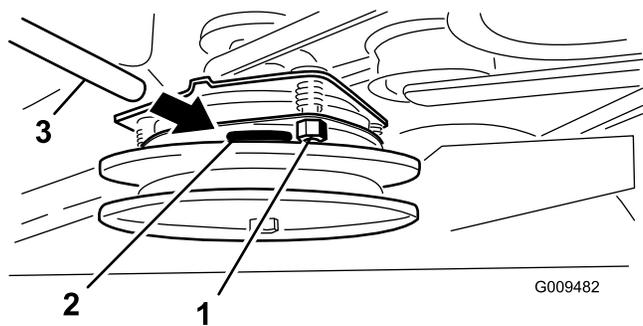

図 60
3. すきまゲージがかかるくはさまれるがまだ楽に動かせる程度までロックナットを締め付ける 図 60。